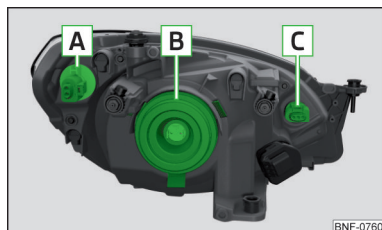
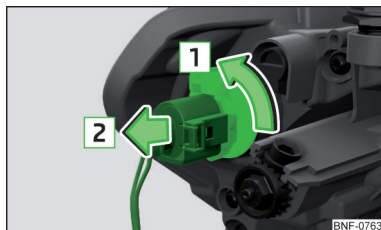

Fig. 140
Fig. 143
Orden de bombillas » fig. 140
- » Girar el portalámparas con la bombilla **C** » fig. 140 de la pág. 144 hasta el tope en dirección de la flecha **1** » fig. 142.
- Girar el portalámparas con la bombilla **A** » fig. 140 de la pág. 144 hasta el tope en dirección de la flecha **1** » fig. 143.